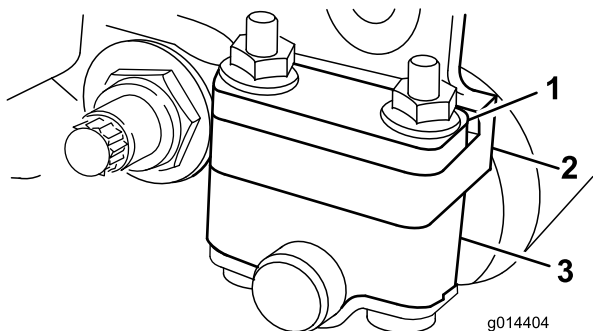
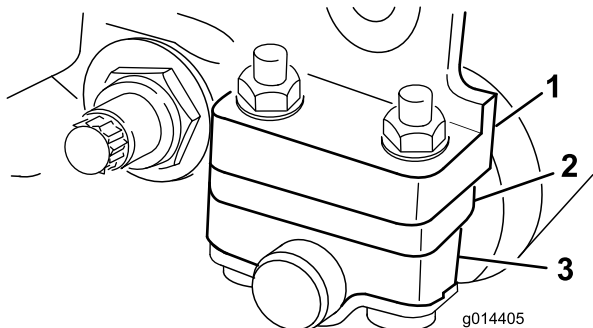

Figura 12
Figura 13
1. Ajuste os suportes do rolo traseiro para a posição baixa ou elevada, dependendo dos limites de altura de corte desejados (Figura 12 ou Figura 13).
Posicione o espaçador acima do flange de montagem da placa lateral (definição de origem) se as definições da altura de corte variarem entre 1,6 e 6 mm (Figura 12).
Posicione o espaçador abaixo do flange de montagem da placa lateral se as definições da altura de corte variarem entre 3 e 25 mm (Figura 13).